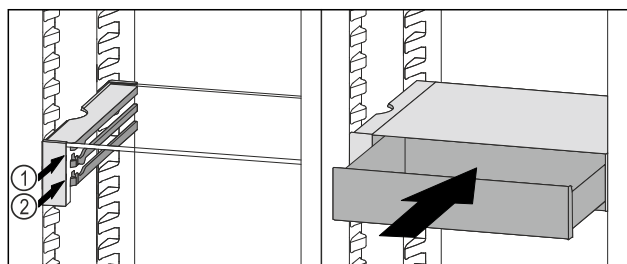

Fig. 138
- Nasaďte zásuvku VarioSafe za zarážky na požadovaném žebro Fig. 138 (1) nebo Fig. 138 (2).